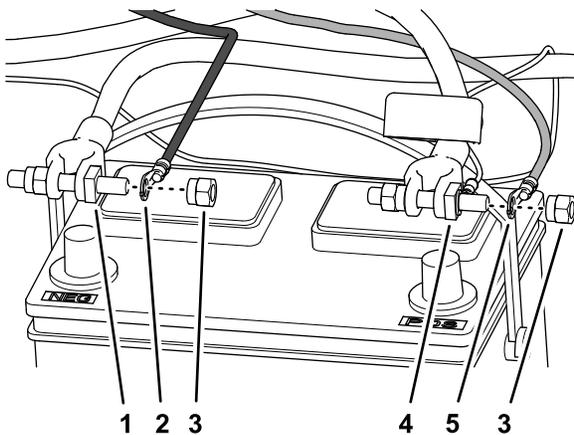

Figura 13
2. Monte o terminal em anel da cablagem da alimentação para o cabo rotulado BATERIA (-) no parafuso do grampo da bateria para o cabo da bateria negativo com uma porca de grampo da bateria (Figura 13).
3. Monte o terminal em anel da cablagem da alimentação para o cabo rotulado BATERIA (+) no parafuso do grampo da bateria para o cabo da bateria positivo com uma porca de grampo da bateria (Figura 13).